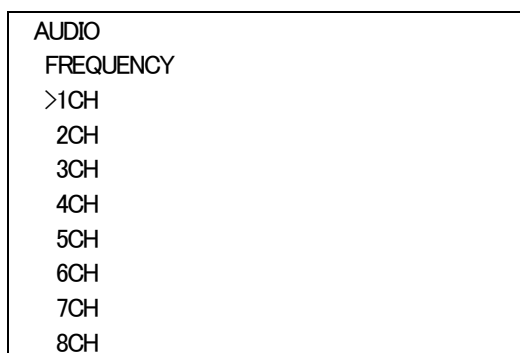

図4-18 オンスクリーンメニュー(FREQUENCY例)
- 1) オーディオメニューで「FREQUENCY」を選択し、**ENTER** ボタンを押すと図4-18のような設定メニューが表示されます。